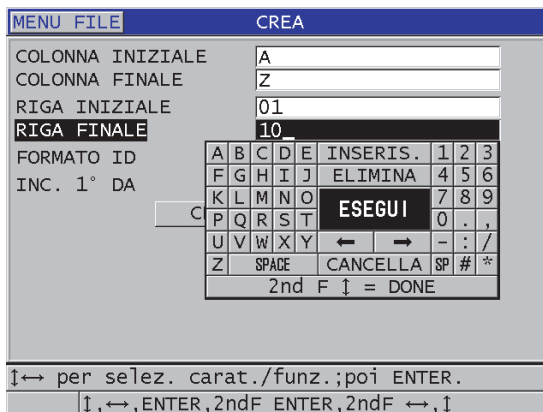

Figura 11-10 Configurare l'intervallo di ID per un tipo di file di dati matriciale 2D
3. Nella seconda pagina della schermata **CREA** (vedi Figura 11-10 a pagina 204):